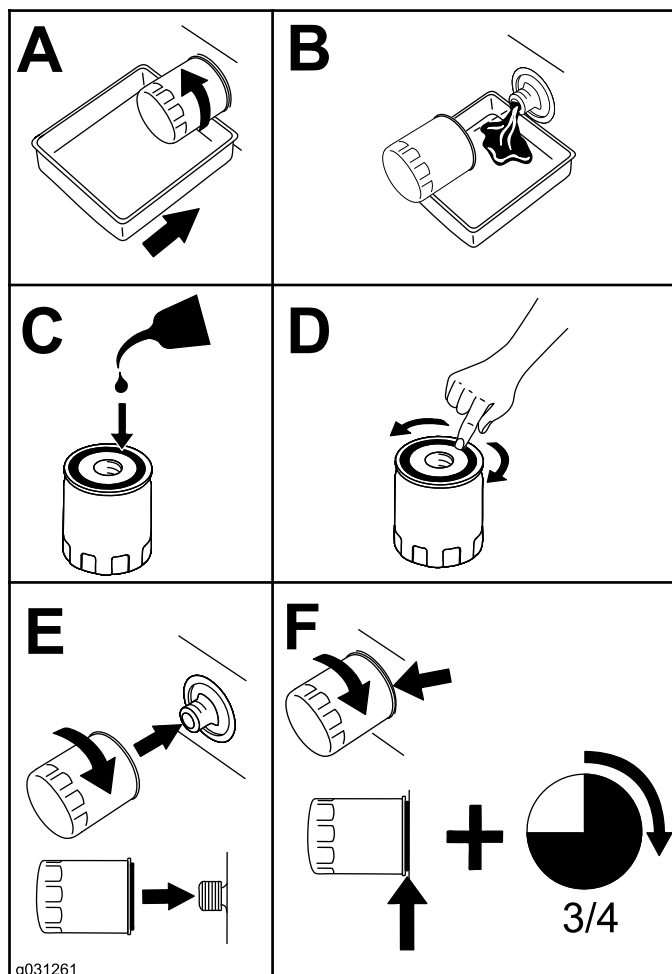

Figura 54
4. Cambie el filtro del aceite del motor, tal y como se muestra en la Figura 54.